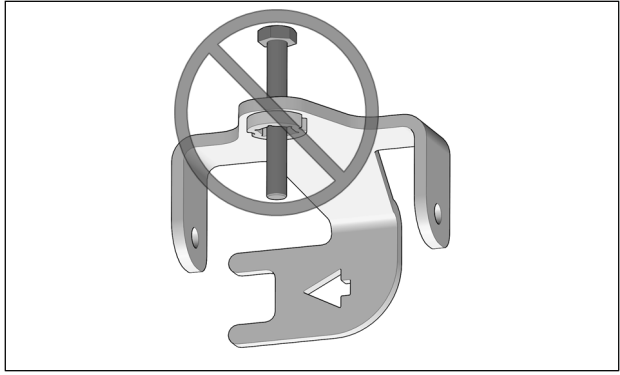

Fig. 4
**ATTENTION : Assurez-vous d'insérer le boulon dans le bon sens. Voir la Fig. 4**